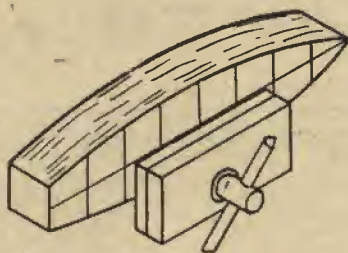

Fig. 4
5. - Sempre con la sega tagliate le fiancate secondo la linea dello scafo, fig. 4.